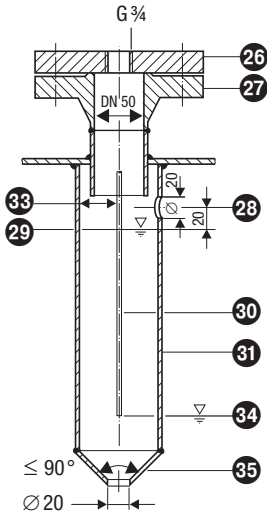

Fig. 16
- Eine Niveauelektrode NRG 1...-11 kann mit einer GESTRA-Niveauelektrode, einem Niveauschalter oder-transmitter für die Wasserstandregelung oder Hochwasserstand-sicherung in ein gemeinsames Schutzrohr bzw. Messgefäß (Innendurchmesser 100 mm) eingebaut werden. **Fig. 16.** Dabei muss bei innenliegendem Einbau die NRG 1...-11 von der oberen Ausgleichsbohrung mindestens 40 mm entfernt sein.